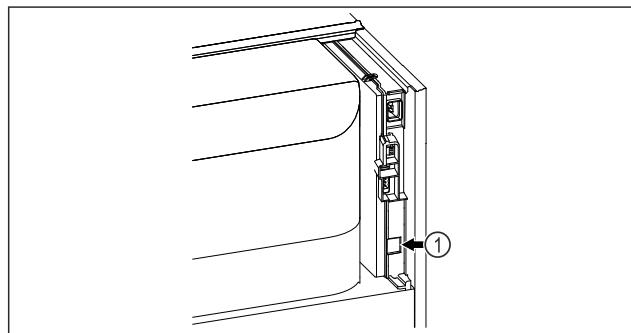

Fig. 99
- ❑ A SmartModule Fig. 99 (1) be van helyezve.